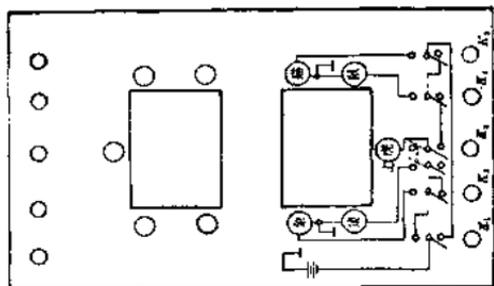
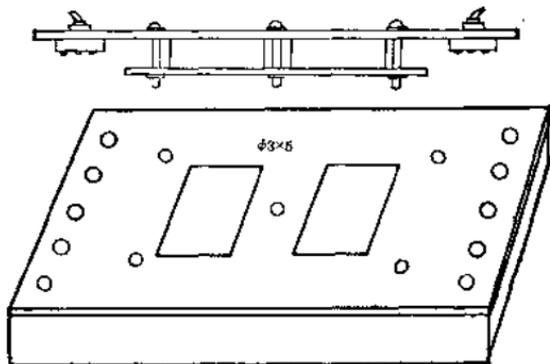

图 13
图 14
10. 把线路图画在一张纸上，附在有机玻璃盖的下面，如图 13，再把做好的边光显示器和开关固定在盒盖上，见图 14(侧视)。
11. 开关和灯泡的接法,把开关按图 13 的位置固定。两个  $2 \times 2$  开关,一边一个放在中间(即  $K_5$ )。